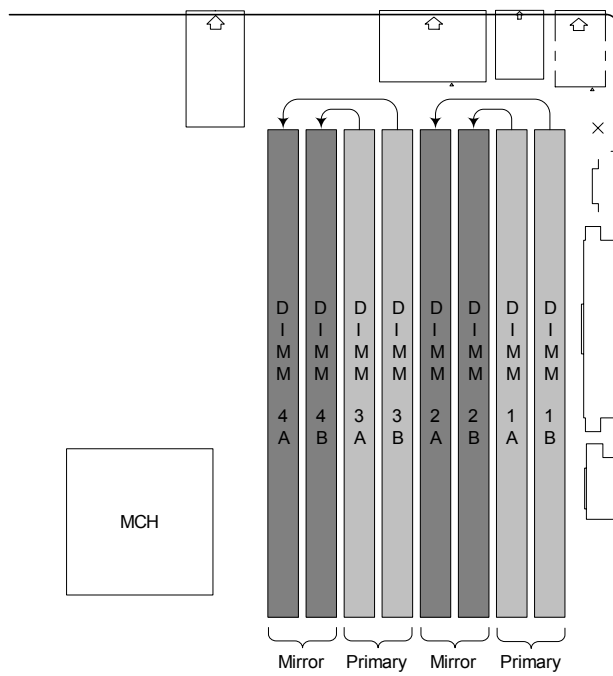

Рисунок 8. Зеркальная конфигурация памяти из восьми модулей DIMM
- В конфигурации с восемью модулями DIMM используются идентичные устройства в разъемах DIMM 1 и 2, а также в DIMM 3 и 4. На Рисунок 8 идентичными должны быть модули DIMM 1A, 1B, 2A и 2B, а также модули 3A, 3B, 4A и 4B. Модули памяти первой группы не должны быть идентичными модулям памяти второй группы.